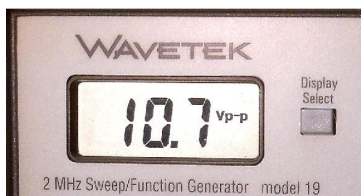

Fig. 2.2
2. amplitudinea vârf la vârf (exprimată în volți) a tensiunii generate la ieșirea principală (fig.2.2); exemple: 7.23 V_{p-p} , 15.0 V_{p-p} ;